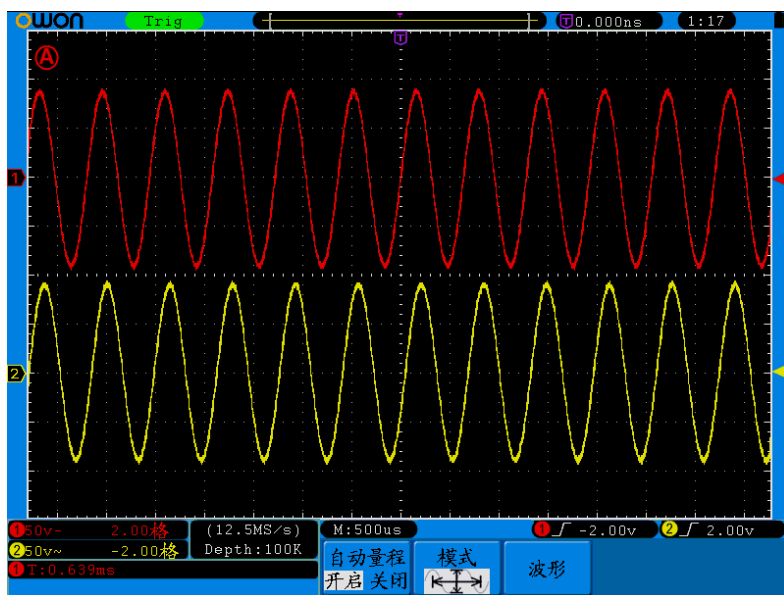

图 5-62：自动量程 水平/垂直模式多周期波形图
4. 按 **H3** 键，按 **F1** 键选择波形为 。见图 5-62：